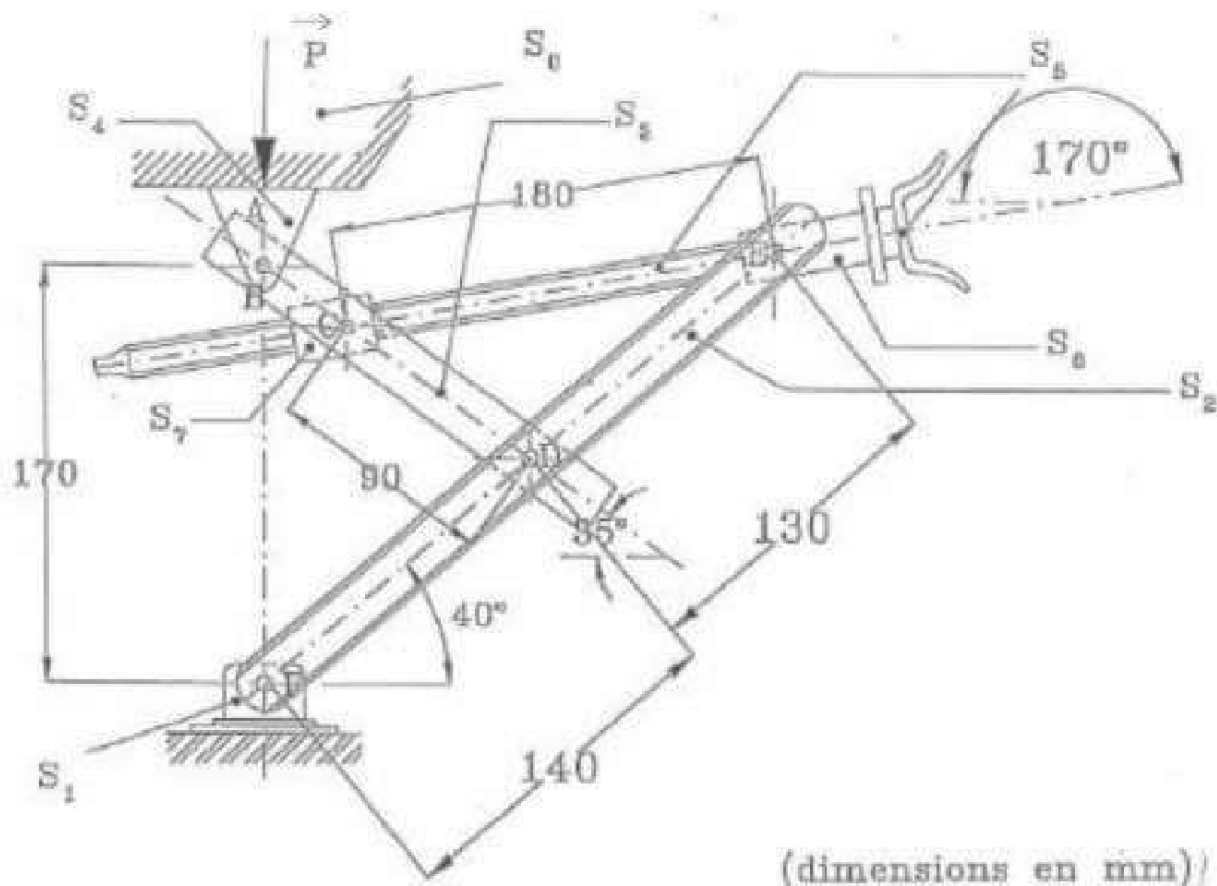

Figure 2 : cric de voiture
2. Le cric, proposé à la figure 2, est utilisé en cas de crevaison pour lever la voiture  $S_0$ . Une manivelle (non représentée) entraîne la vis de commande  $S_5$ , celle-ci est articulée sur une noix  $S_6$  (articulation d'axe CE) et agit sur l'écrou  $S_7$ . Ce dernier est articulé en C sur la barre  $S_3$ . La noix  $S_6$  est articulée en E sur la barre  $S_2$ . Les barres  $S_2$  et  $S_3$  sont articulées entre elles en D, en B sur le patin  $S_4$  et en F sur le patin  $S_1$ . Le mouvement de rotation de la vis  $S_5$  entraîne le mouvement de translation de l'écrou  $S_7$ , la distance EC varie, la distance BF varie, il en résulte le levage du véhicule  $S_0$ .